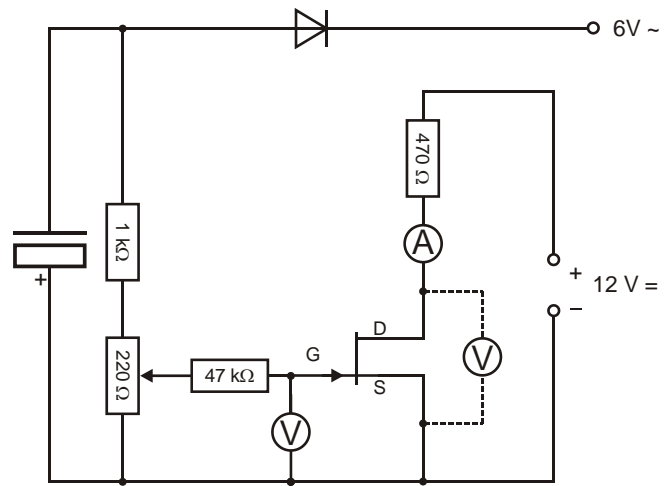
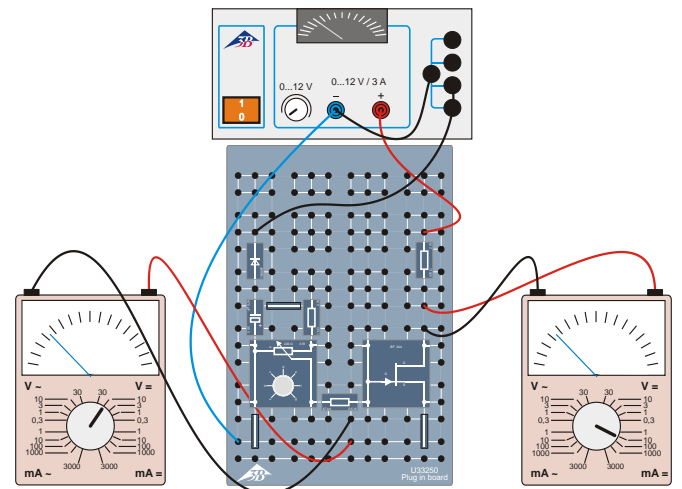

Fig. 2: Esquema de ligação.
Fig. 3: Aparelho de medição de tensão entre gate e source.
- Montar a ligação conforme a Fig. 2 ou a Fig 3. Atentar para a polaridade correta do diodo Si e do capacitor.
- Inicialmente, conectar o multímetro analógico para a medição da tensão entre gate e source, polo negativo em gate (Fig. 3).